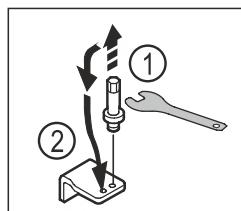

Fig. 17
- Odvrnite svornjak donjeg ležajnog postolja vanjskim šesterostranim ključem veličine 5. Fig. 17 (1)
- Umetnite svornjak na suprotnoj strani. Fig. 17 (2)